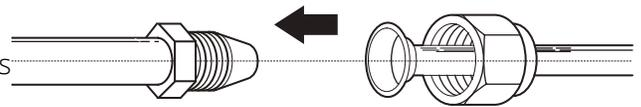

Fig. 2.12
4. S'assurer qu'il est orienté dans la bonne direction car il ne sera pas possible de retirer l'écrou ou de changer sa direction après l'évasement. Voir la **Fig. 2.12**.